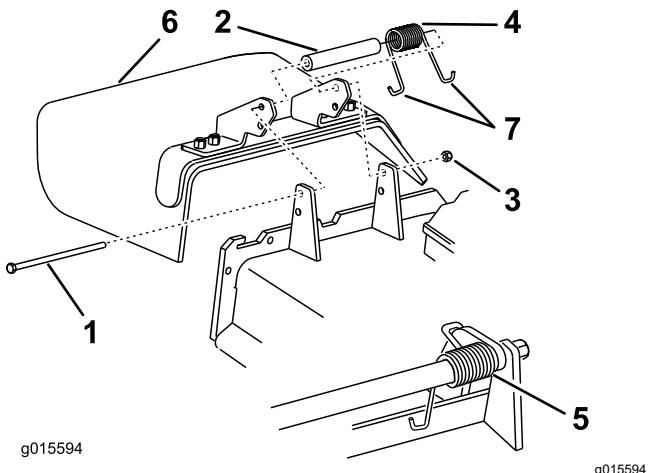

Figura 93
1. Retire a porca de bloqueio, o parafuso, a mola e o espaçador que fixam o defletor aos apoios de articulação (Figura 93).
**Nota:** Certifique-se de que está instalada uma extremidade em J por detrás da extremidade da plataforma antes de colocar o parafuso como se mostra na Figura 93.
6. Coloque uma extremidade em gancho J da mola em torno do defletor de relva (Figura 93).